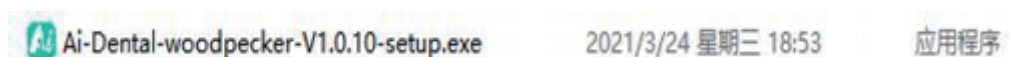

Figure2
3.1.1 Double-cliquez sur le programme d'installation, comme indiqué dans la Figure 2 :